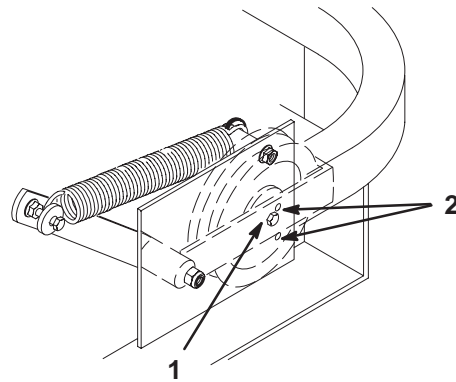

Figure 63
6. Vérifiez la tension de la courroie. Le boulon central de la poulie de tension rappelée par ressort doit se trouver entre les deux trous d'alignement de la plaque de support gauche (Fig. 63).
Remarque : Contrôlez la position du boulon central à la hauteur de coupe la plus basse. Le boulon central doit être au même niveau ou en dessous du trou d'alignement supérieur. Contrôlez la position du boulon central à la hauteur de coupe la plus haute. Le boulon central doit être au même niveau ou au-dessus du trou d'alignement inférieur (Fig. 63).
8. Vérifiez de nouveau la tension de la courroie. Le boulon central de la poulie de tension rappelée par ressort doit se trouver entre les deux trous d'alignement de la plaque de support gauche (Fig. 63). Réglez au besoin et serrez toute la visserie solidement.